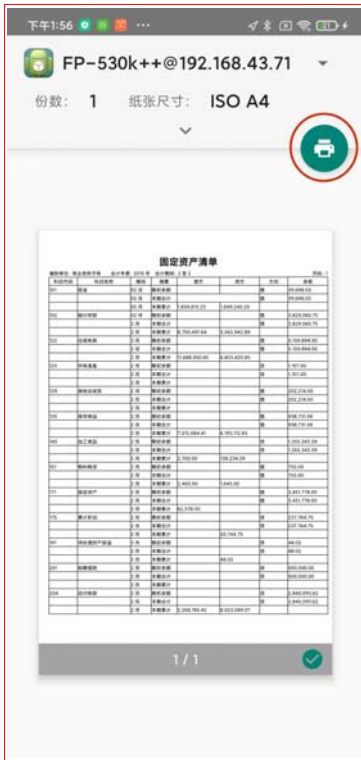

图 19
4.7 确认打印机以及相应打印参数无误后，点击打印图标，如图 19 所示。